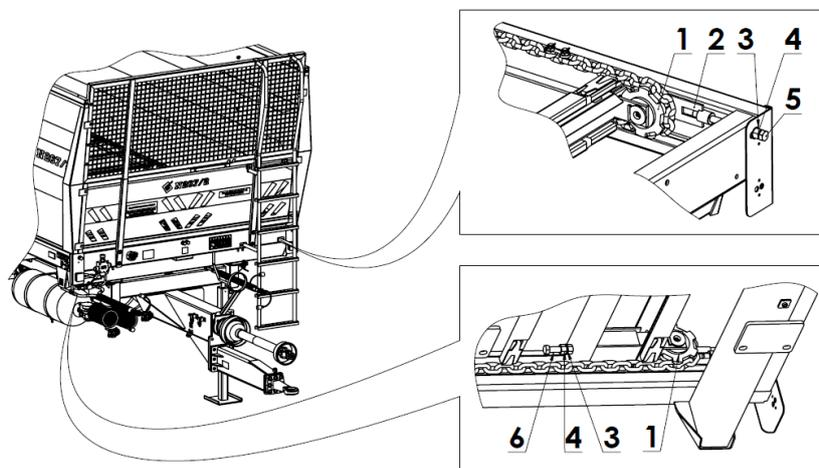

Рисунок 23-й Натяжение цепей напольного конвейера:
Натяжение цепей напольного конвейера во время работы должно проверяться ежедневно, особенно в начальный период его эксплуатации. Натяжение конвейерных цепей осуществляется с помощью регулировочных болтов, расположенных в передней части балки верхней рамы – рисунок 23. Для увеличения натяжения цепей ослабьте гайку (4) и поверните натяжной болт (5) с помощью ключа, вызывая натяжение цепи напольного транспортера, которая охватывает цепное колесо, помещенное в натяжитель в сборе (1). Операцию натяжения необходимо провести на левой и правой сторонах навозоразбрасывателя, обращая внимание на одинаковое натяжение цепей.